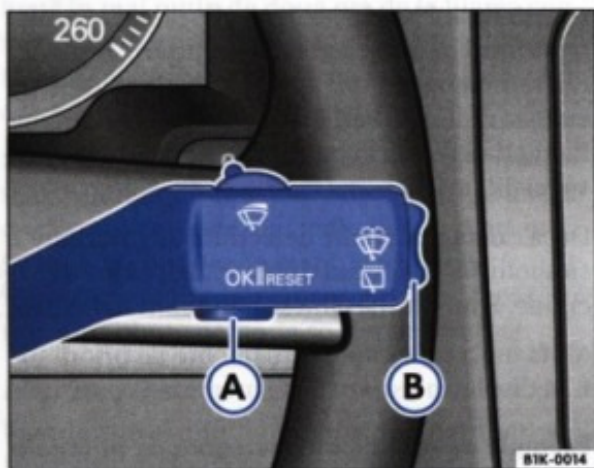

Fig. 12 Maneta de acționare a ștergătoarelor de parbriz: Tasta **A** pentru confirmarea punctelor din meniu și butonul basculant **B** pentru schimbarea meniurilor
– Apăsați o dată tasta ⇒ **fig. 12 A** din maneta ștergătoarelor de parbriz.